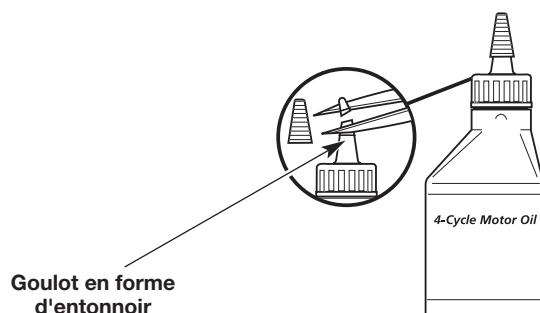

Fig. 6
2. Enlevez le bouchon de la bouteille d'huile. Coupez la pointe de l'entonnoir (Fig. 6).